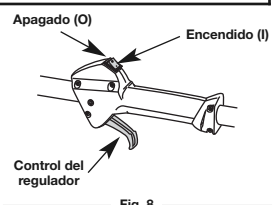

Fig. 8
- Coloque la unidad sobre una superficie plana (Fig. 8).